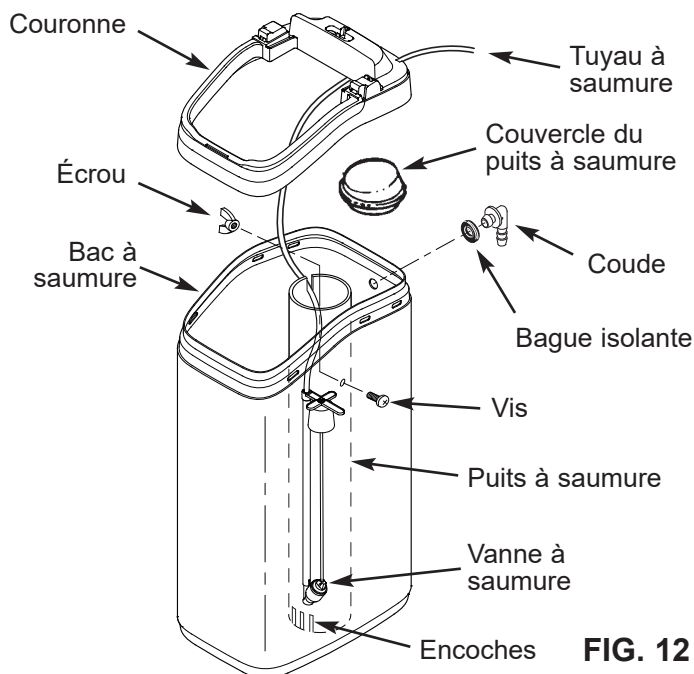

FIG. 12
- a. Encastrez la couronne dans le bac à saumure (cf. Fig. 12).
- c. Glissez la vanne à saumure dans le puits à saumure. Engagez le tuyau dans l'encoche supérieure du puits (Fig. 12), puis faites-le sortir du bac par le trou arrière de la couronne.
- a. Dirigez le tuyau attaché à l'ensemble de vanne de saumure à travers le trou à l'arrière de la bordure (cf. Fig. 12). Engagez le tuyau dans la fente du puits à saumure pour le maintenir.